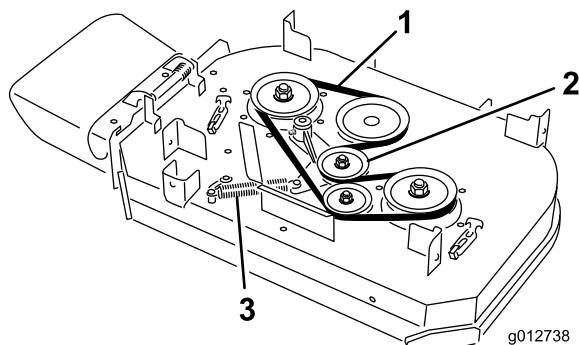

Bild 65
4. Entfernen Sie die Feder vom Ankerpfosten am Spanscheibenarm (Bild 65).
5. Nehmen Sie den verschlissenen Mähwerkriemen ab (Bild 65).
6. Verlegen Sie einen neuen Mähwerkriemen um die Kupplungsscheibe, die Riemenscheiben des Mähwerks und Spanscheibe (Bild 65).
7. Setzen Sie die Feder auf den Ankerpfosten am Spanscheibenarm ein (Bild 65).
6. Verlegen Sie einen neuen Mähwerkriemen um die Riemenscheiben des Mähwerks und die Spanscheibe (Bild 65).
5. Entfernen Sie die Feder vom Ankerpfosten am Spanscheibenarm (Bild 65).
6. Nehmen Sie den verschlissenen Mähwerkriemen ab (Bild 65).
7. Verlegen Sie einen neuen Mähwerkriemen um die die Riemenscheiben des Mähwerks, die Kupplungsscheibe und Spanscheibe (Bild 65).
8. Setzen Sie die Feder auf den Ankerpfosten auf (Bild 65).